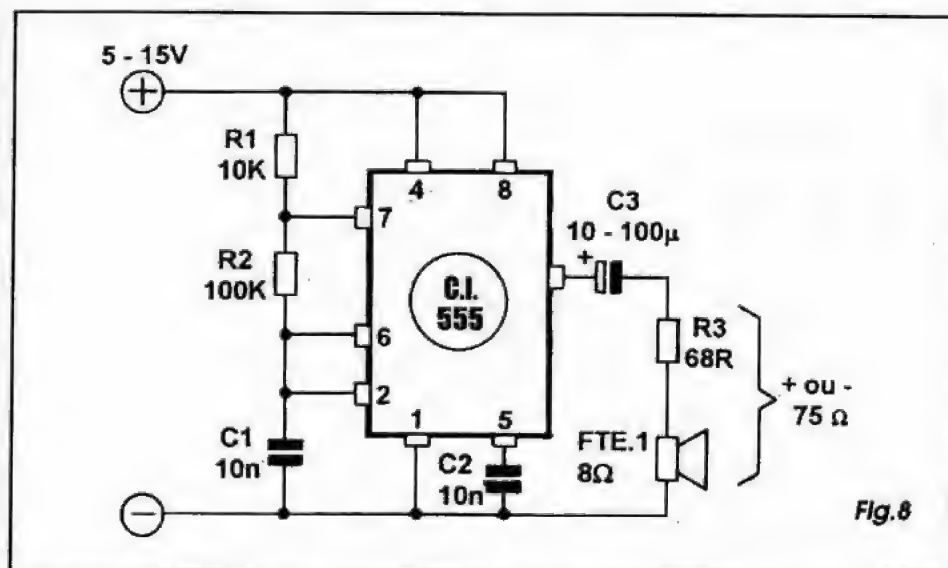
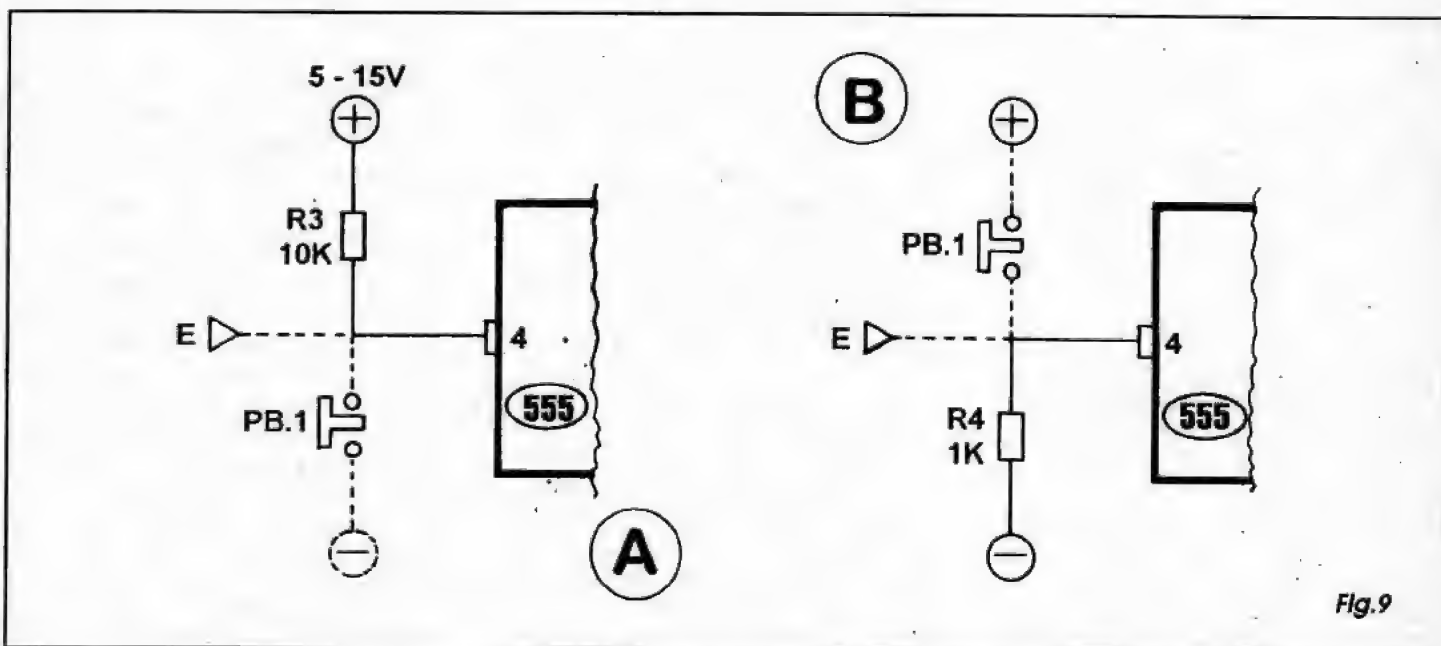
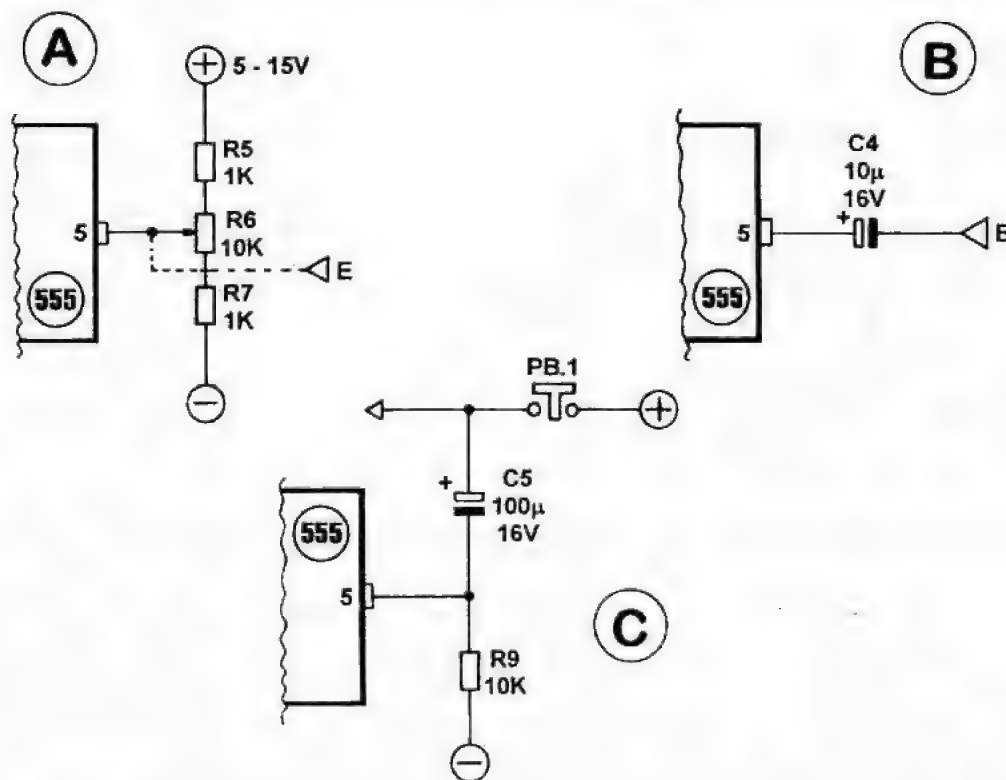

Fig.8
Fig.9
Fig.10
- FIG. 8 - Com a possibilidade de se aplicar integrados de baixo custo aos circuitos mais simples, a elaboração de geradores diretos de som, desde os mais elementares até os mais sofisticados ficou ao alcance do estudante e do hobbysta, num grau de facilitação nunca antes alcançado! As montagens resultam grandemente simplificadas, sintetizadas, reduzidas em componentes e ligações... Um circuito já tradicional no gênero é o mostrado, com um integrado 555 na sua função de astável... Detalhes técnicos e teóricos do circuito já foram vistos pelo caro leitor/aluno na distante aula do ABCDE que tratou justa-
- FIG. 9 - O 555, através do seu pino 4 (que não foi *visualmente* mencionado no diagrama básico anterior...) pode ter sua função osciladora controlada ou até (crucamente...) *modulada*, com relativa facilidade! No item A vemos um arranjo simples no qual pressionando-se PB1 (um *push-button* Normalmente Aberto) a oscilação pára, ou seja: o som que estava presente na saída do circuito cessa, assim permanecendo enquanto durar a pressão sobre o *push-button*. Notar que é possível também um controle totalmente eletrônico, já que um nível de tensão próximo de zero volt (ou seja: em potencial próximo ao da linha do **negativo** da alimentação) aplicado ao ponto E inibe a oscilação, enquanto que um nível de tensão próximo ao **positivo** da alimentação (+5 a +15 V), aplicado ao mesmo ponto, autoriza a geração do sinal sonoro. Já no arranjo mostrado no item B da figura, a condição prévia é invertida: a oscilação *apenas ocorre* quando o interruptor PB1 está pressionado, ficando proibida enquanto o dito *push-button* permanecer *solto*... Num controle puramente eletrônico, se for aplicado ao ponto E um nível correspondente ao **positivo** da alimentação, o som surge, enquanto que, aplicando-se ao dito ponto um nível de tensão próximo a zero volt, a oscilação cessa, assim permanecendo enquanto durar o sinal, inibidor ou autorizador aplicado ao tal terminal de controle E... Observar que nos dois itens da FIG. 9, estamos pressupondo que o restante do circuito está como no esquema básico (FIG. 8).
- **FIG. 10** - Nos arranjos das figuras anteriores, uma modulação *crua*, tipo tudo ou nada, pode ser obtida pela aplicação de um sinal em forma de onda quadrada ou retangular, composto de pulsos bem definidos... Entretanto, se uma real modulação for requerida, as alterações proporcionais de frequência podem ser obtidas pela aplicação de níveis de tensão ao pino 5 do 555 (caso em que, normalmente, não se coloca o capacitor C2 visto na **FIG. 8**). No item **A** vemos que esse nível de *tensão de controle* tanto pode ser aplicado através de um divisor, no caso formado pelos resistores **R5** e **R7**, mais o potenciômetro **R6** (através do qual torna-se prática a variação manual do dito nível de controle...), quanto por um sinal (nível) externo ao ponto **E**, proveniente de qualquer outro arranjo circuitual ativo ou passivo, capaz de gerar ou oferecer tensões entre o *zero* e o equivalente ao **positivo** da linha de alimentação do oscilador... O item **B** mostra uma forma simples de se aplicar modulação de frequência num oscilador básico com 555 (sempre supondo que o arranjo básico do dito oscilador está como na **FIG. 8**...). Através do capacitor **C4** o pino 5 do integrado pode receber - por exemplo - um sinal oscilatório externo, normalmente de frequência *menor* do que a nominal no circuito do 555, que modulará, influenciará, a frequência bá-
sinais produzidos pelo 555, ao alto-falante. No caso, um transformador de saída, do tipo normalmente usado em circuitos transistorizados, executa o casamento de impedâncias (super-importante para o bom aproveitamento e baixa distorção, conforme já aprendemos em aulas anteriores da presente série...). O capacitor C4 faz o trabalho de bloqueio de C.C. (igual à função do componente em semelhante posição, na FIG. 8). Nesse tipo de arranjo torna-se desnecessário o resistor limitador em série com a carga, com o que podemos reaver a parte da potência perdida nos acoplamentos mais simples, já mostrados... Um lembrete final: em todos os exemplos típicos até agora mostrados, especialmente considerando os circuitos com 555, a tensão geral da alimentação deve ficar dentro dos parâmetros aceitos pelos componentes (5 a 15 V, para o 555) e, de um modo geral, a potência sonora final obtida é sempre proporcional a essa tensão de alimentação... A velha Lei de Ohm diz que uma voltagem maior força a passagem de uma corrente também maior sobre uma resistência fixa, e como a potência é função tanto da corrente quanto da tensão...